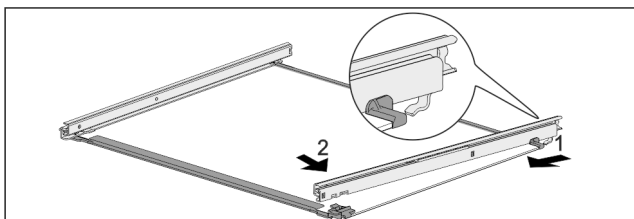

Fig. 126 Steklena plošča z vodili
- ▶ Vodilo obesite na kavelj na zadnji strani. Fig. 126 (1)
- ▶ Vodilo zaskočite na sprednji strani. Fig. 126 (2)